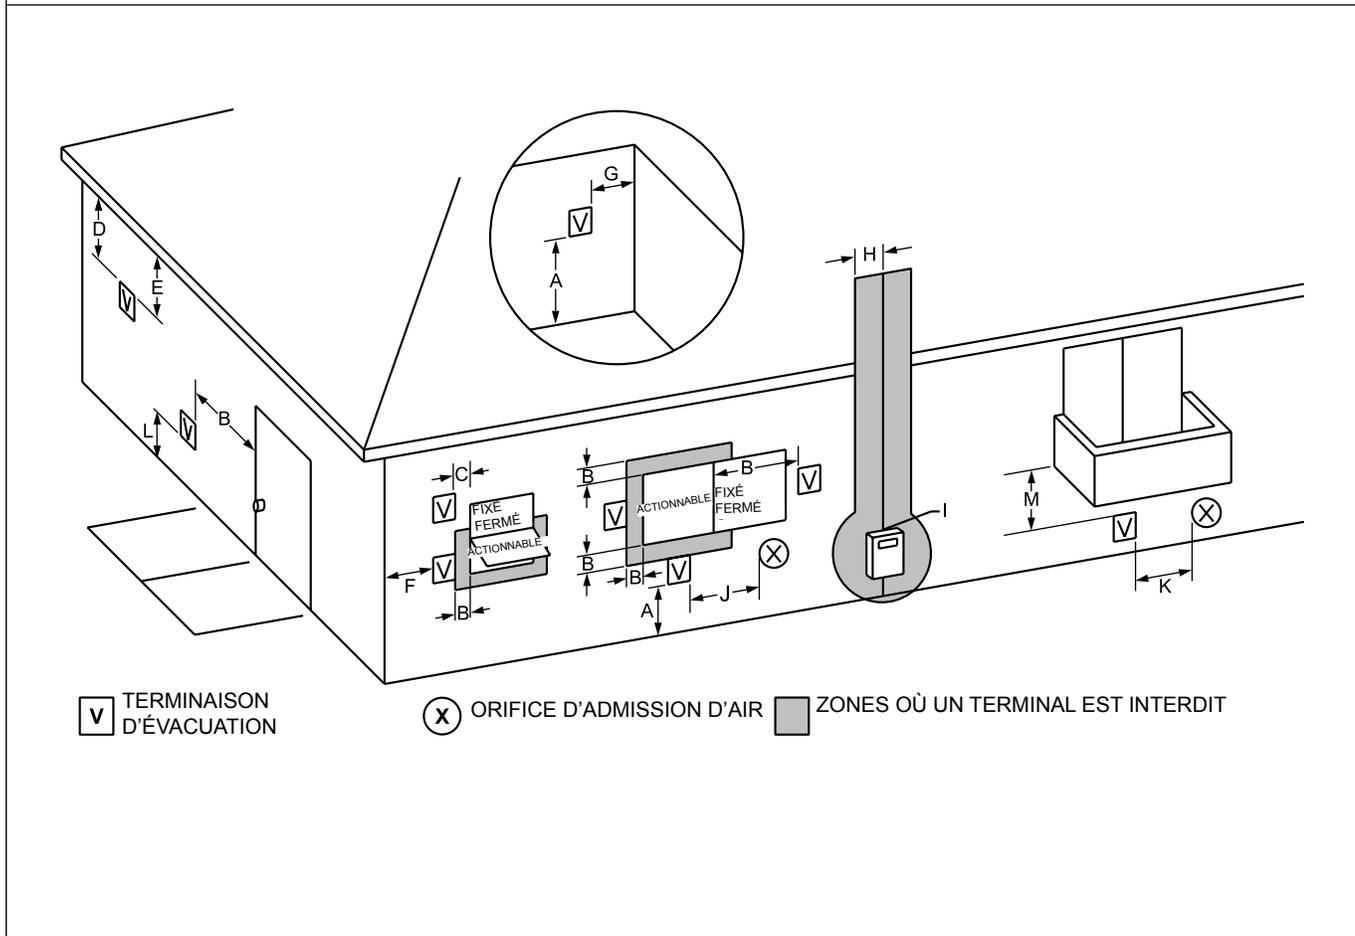

Figure 3. Air de combustion et évacuation des gaz de combustion par un mur latéral
1. La Figure 3 illustre les exigences en termes de dégagements des terminaisons d'évacuation des gaz de combustion pour les États-Unis et le Canada.
4. Si l'évacuation de l'appareil est murale, sur le même mur, la terminaison d'évacuation des gaz doit être placée au minimum à 90 cm (3 pieds) de la terminaison de prise d'air de combustion horizontalement, et à 30 cm (1 pied) au minimum au-dessus de celle-ci (voir Figure 3).